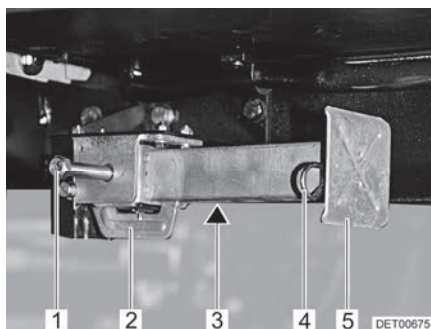

Fig. 48 Vérin stabilisateur
- Placer la clé à pipe sur l'écrou à six pans (Fig. 48,1) et tourner jusqu'à ce que le vérin stabilisateur soit en position verticale vers le bas.
- Lorsque la longueur des vérins stabilisateurs est réglable, faire sortir la goupille (Fig. 48,4) de la rallonge du pied d'appui (Fig. 48,5).
- Placer la clé à pipe sur l'écrou à six pans (Fig. 48,1) et tourner jusqu'à ce que le vérin stabilisateur se dégage du sol.
- Rentrer complètement la rallonge du pied d'appui (Fig. 48,5) et insérer la goupille (Fig. 48,4) dans le trou prévu à cet effet.
- Tourner l'écrou à six pans (Fig. 48,1) jusqu'à ce que les vérins stabilisateurs soient pivotés vers le haut et que la glissière (Fig. 48,2) soit arrivée complètement à l'extrémité de la fente (Fig. 48,3).